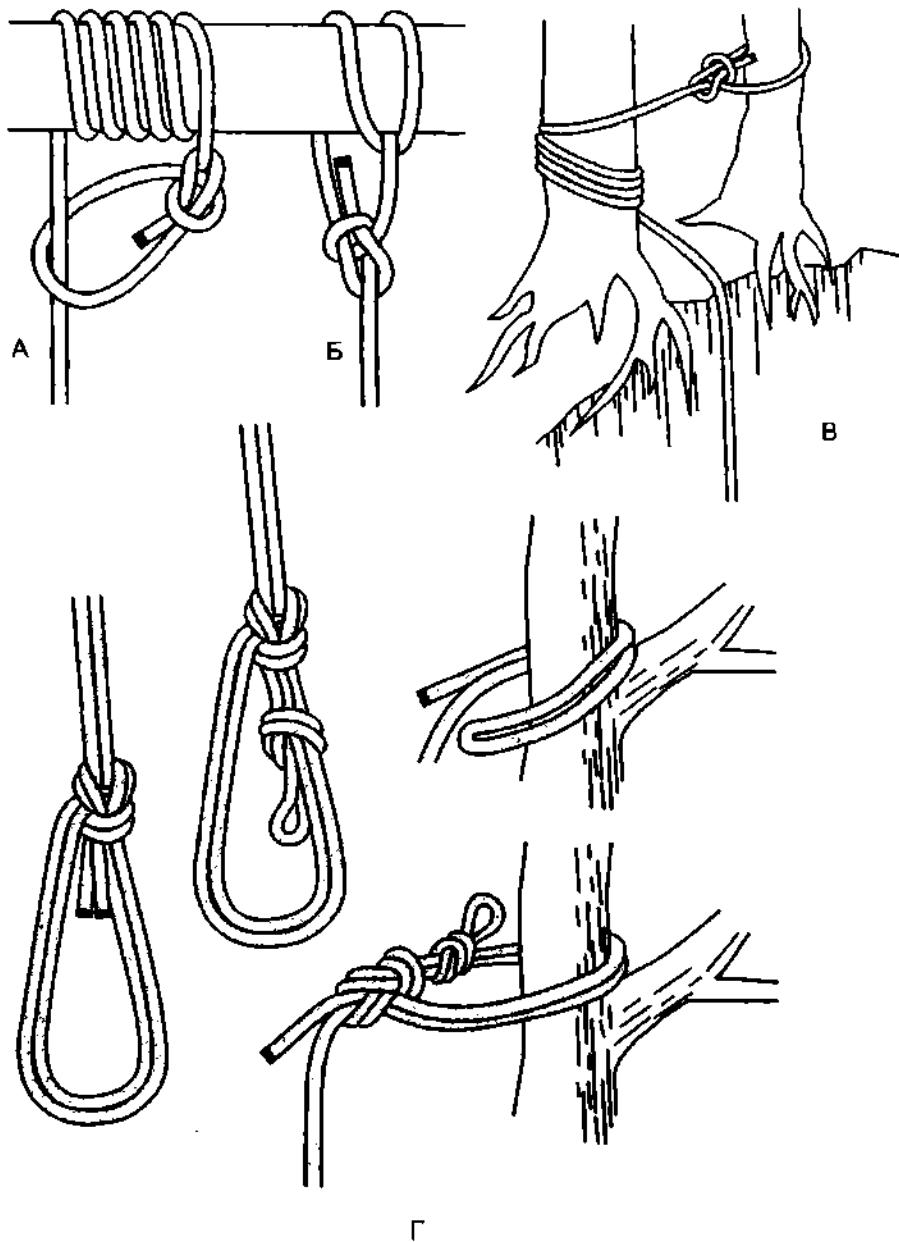

Рис. 289. Варианты привязывания верёвки к опоре булинем.
**Беседочный узел** применяется как незатягивающаяся петля, для связывания концов верёвки, для крепления различных предметов к верёвке или крепления верёвки за разнообразные опоры. Альпинисты среди прочих петель и узлов для крепления верёвки к опоре чаще всего используют именно **булинь** (рис. 289). С помощью **булиня** очень удобно крепить верёвку к опоре большого диаметра – большие глыбы, очень толстые деревья и т. п. Для надёжности, вместо одного обноса вокруг опоры можно сделать два или большее их количество.
**Булинь** обычно применяется как спасательный узел, так как с помощью него можно обвязать верёвку вокруг себя даже одной рукой и очень быстро – за считанные секунды. Петля должна быть затянута вокруг груди как можно туже и поднята под самые подмышки – только в таком виде она сможет помочь при спасении и не причинить человеку вреда. **Беседочный узел**, связанный сдвоенным тросям, чаще других используется для привязывания верёвки к скальным проушинам и деревьям. Такой удвоенный **булинь** намного прочнее обычного, так как предохраняет рабочую петлю от перетирания, радиус кривизны изгибов в узле увеличивается и от этого уменьшается деформация верёвки (рис. 289 Г). **Булинь** является отличнейшим узлом для привязывания лошадей и других животных, так как он очень быстро вяжется. **Беседочный узел** нередко используют и рыбаки.